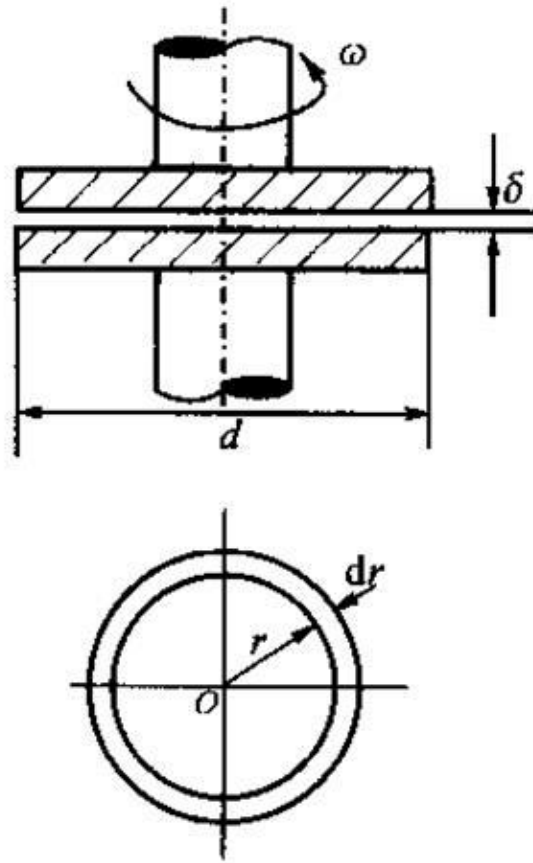

图4 平行圆盘
4. 上下两平行圆盘（图4），直径均为 $d$ ，间隙厚度为 $\delta$ ，间隙中液体的动力粘度为 $\mu$ 。若下盘固定不动，上盘以角速度 $\omega$ 旋转，求所需力矩 $T$ 的表达式。